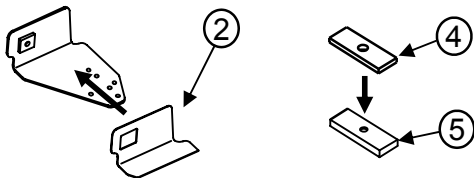

FIGURE 1.
1. Retirer la doublure du coussinet de caoutchouc (art. 2) et appliquer le coussinet sur le support de montage, comme illustré à la figure 1.